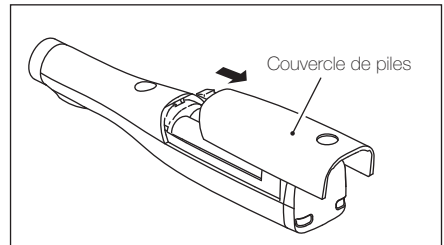

Fig. 13
4. Enlever le couvercle de piles vers le haut. (Fig.13)